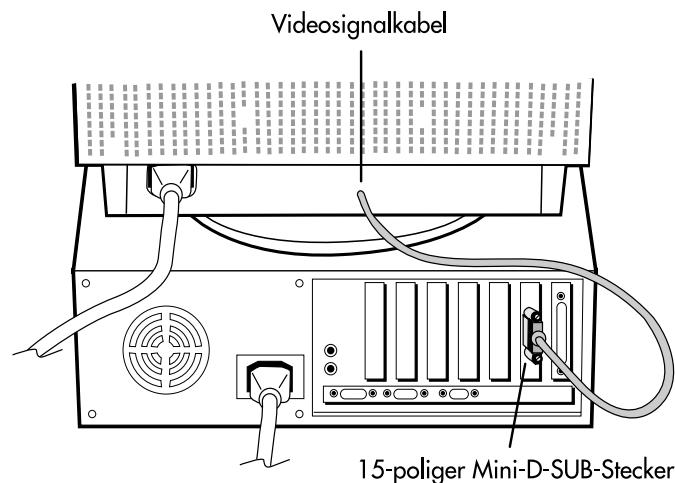

Abbildung A.1
3. Beim PC: Schließen Sie den 15-poligen Mini-D-SUB-Stecker des Videosignalkabels an die Buchse der Grafikkarte Ihres Rechners (**Abbildung A.1**) an. Ziehen Sie alle Schrauben fest.